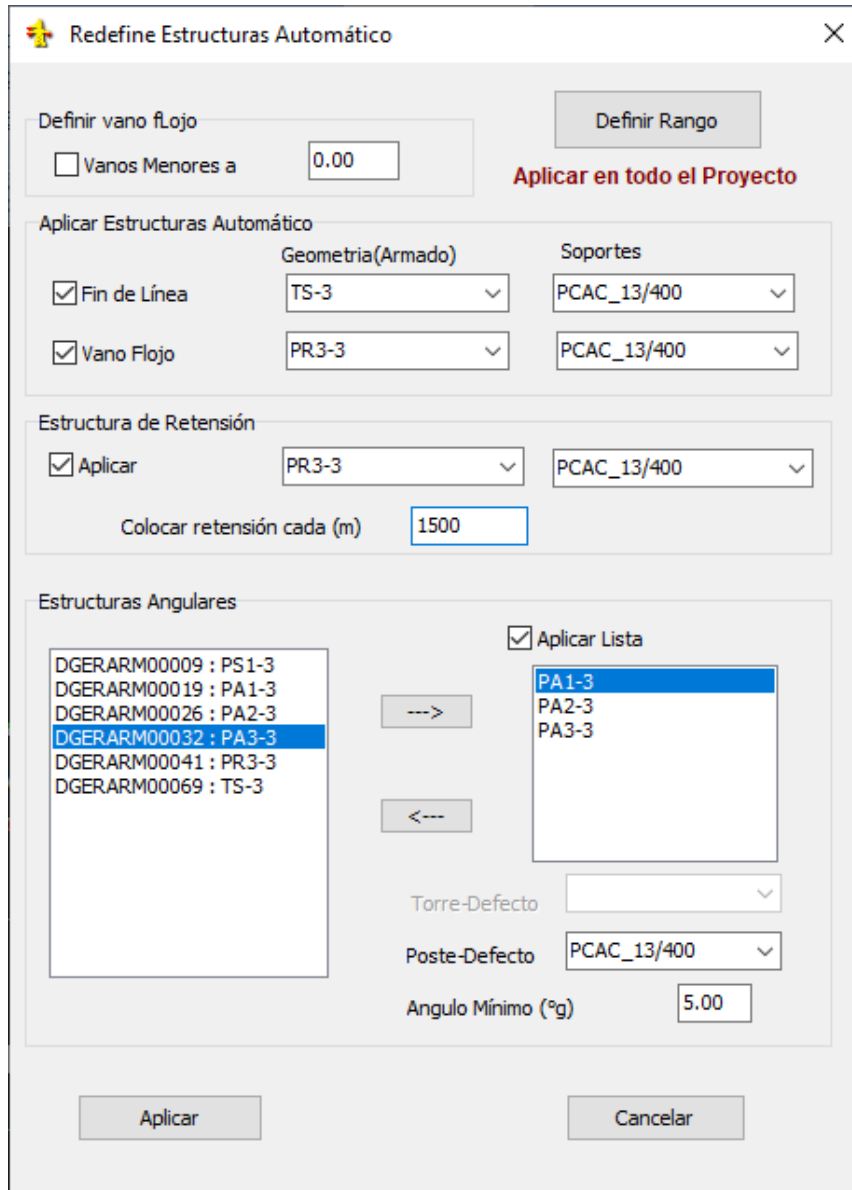

Fig. 8.7
- Al aplicar esta opción definirá como vano flojo aquellos vanos cuya longitud sea menor que la indicada. (ver Fig. 8.7)
- Al aplicar esta opción redefinirá las estructuras de terminal en el primer y último punto del perfil topográfico. (ver Fig. 8.7)
Para localizar automáticamente estructuras especificadas en los ángulos de línea adecuados, deberá cargar estos de la lista de armados que se encuentra en lado derecho (ver Fig. 8.7).